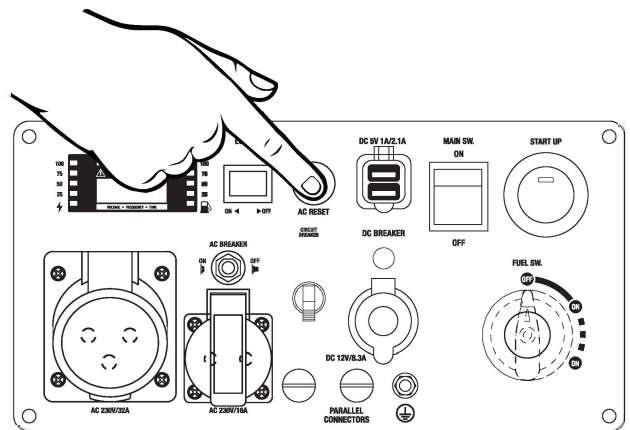

Рисунок 7: Натисніть на скидання відключаючого пристрою
3. Натисніть кнопку скидання відключаючого пристрою, щоб скинути його (див. Рисунок 7).